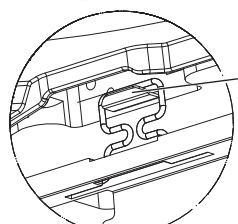

Fig. 5-6
- Après avoir serré la vis, vérifiez que les deux crochets de la grille (Fig. 5-6) sont en prise avec les crochets de l'appareil principal.